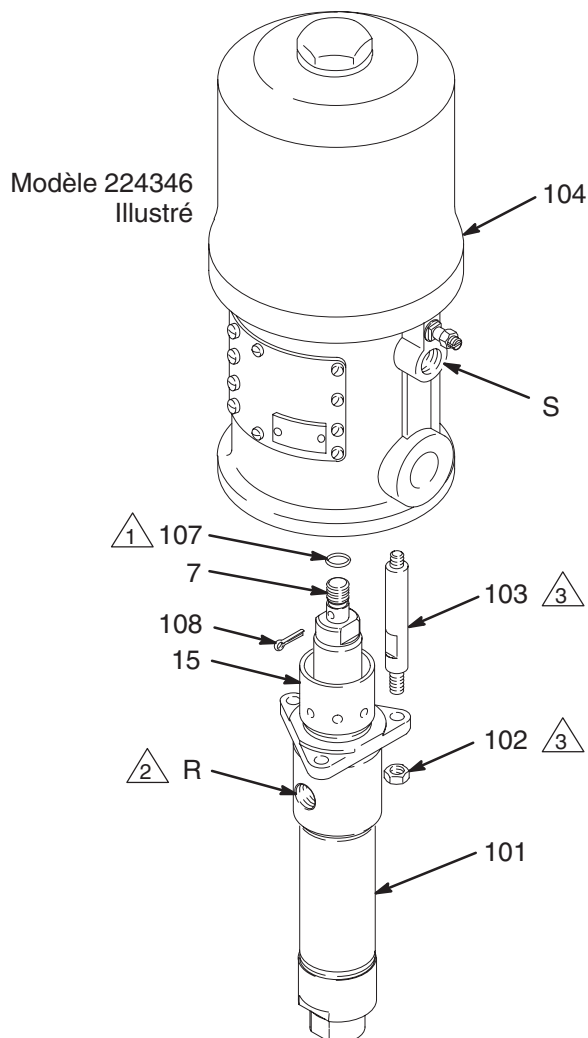

Fig. 4
2. Débrancher les flexibles d'air et de produit. Déposer la pompe de son socle. Noter le positionnement relatif de la sortie produit (R) de la pompe par rapport à l'entrée d'air (S) du moteur pneumatique. Voir Fig. 4.
3. *Sur les modèles 224347 et 903295 seulement*, dévisser le tube vertical (110) et le sortir du coude de sortie (109) de la pompe. Voir le plan éclaté à la page 17.
4. Dévisser les écrous freinés (102) des tirants (103). Retirer la goupille fendue (108). Dévisser la tige de piston (7) vissée sur le moteur pneumatique (104). Séparer le bas de pompe (101) du moteur pneumatique en le tirant avec précaution. Examiner le joint torique (107).
1. Lubrifier le joint torique (107) et s'assurer qu'il est bien en place sur la tige de piston (7). Orienter la sortie produit (R) de la pompe par rapport à l'entrée d'air (S) du moteur pneumatique comme indiqué au point 2 de la rubrique **Démontage du bas de pompe**. Positionner le bas de pompe (101) sur les tirants (103). Voir Fig. 4. *Sur les modèles 224347 et 903295 seulement, s'assurer que la sortie produit du bas de pompe est dans l'axe du tube vertical et de la sortie produit du moteur pneumatique.*
2. Visser les écrous (102) sur les tirants (103) sans trop serrer. *Sur les modèles 224347 et 903295 seulement, veiller à ce que le coude de sortie produit (109) est bien raccordé à la sortie produit. Enduire les éléments du tube vertical de colle à filetage. Voir le plan éclaté page 17. Visser le tube vertical (110) à fond sur le coude de sortie de la pompe (109).*
3. Visser la tige de piston (7) sur l'arbre du moteur pneumatique (104) jusqu'à ce que les trous de goupilles de la tige et de l'arbre soient les uns en face des autres. Mettre la goupille fendue (108) en place.
4. Enduire la sortie produit de la pompe (R) et le filetage du flexible de colle à filetage. Monter la pompe et rebrancher tous les flexibles. Rebrancher le fil de terre s'il avait été débranché pour la réparation. Serrer légèrement l'écrou/la coupelle de presse-étoupe (15) – pas à bloc. Remplir la coupelle de liquide TSL Graco ou d'un solvant compatible.
5. Serrer les écrous des tiges de commande (102) de façon uniforme et au couple indiqué à la Fig. 4.